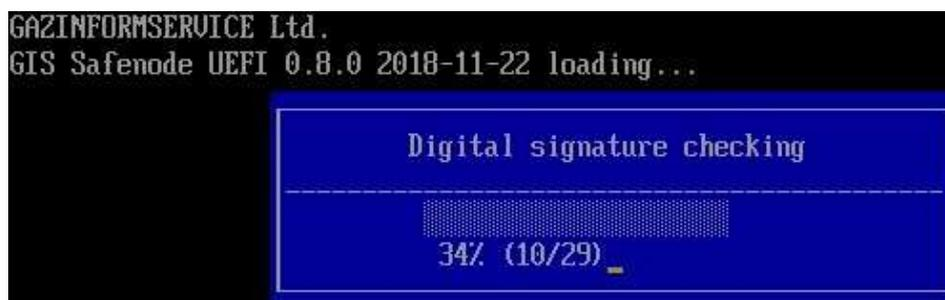

Рисунок 1.1 – Проверка цифровых подписей моделей ПО изделия
1.1.1 При включении питания на электронно-вычислительной машине (ЭВМ) с установленным изделием осуществляется контрольная проверка цифровых подписей модулей программного обеспечения (ПО) изделия (рисунок 1.1).